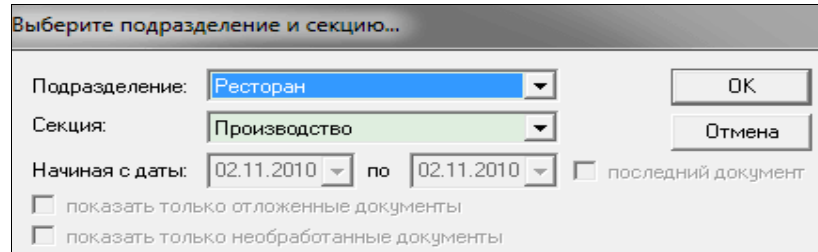

Рис. 5.10.
2. в открывшемся окне (см. рис.5.10.) выбрать нужное подразделение и секцию;
2. в открывшемся окне (см. рис. 5.10.) выбрать подразделение и секцию;